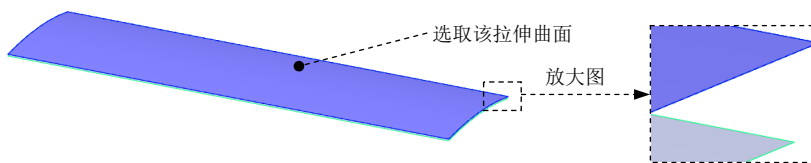

图 5.12.4 曲面-等距 1
Step3. 创建图 5.12.4 所示的零件特征——曲面-等距 1。选择下拉菜单 **插入(I)** → **曲面(S)** → **等距曲面(Q)...** 命令，系统弹出“曲面-等距 1”对话框；选取图 5.12.4 所示的拉伸曲面为等距曲面；在 **距离** 后的文本框中输入数值 1.0；单击 **✓** 按钮，完成曲面-等距 1 的创建。